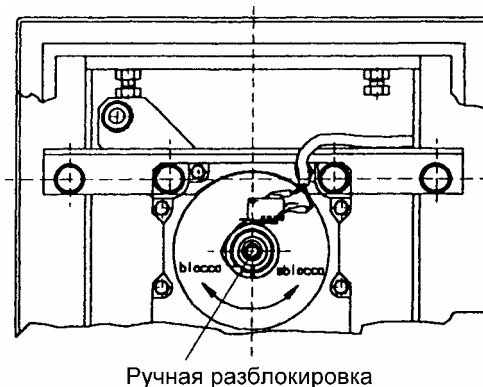

Рис.6 Механизм разблокировки шлагбаума.
Разблокировка шлагбаума (рис.6):
- убедитесь, что механизм шлагбаума разблокирован (см. рис. 6) и установлена пружина 17;